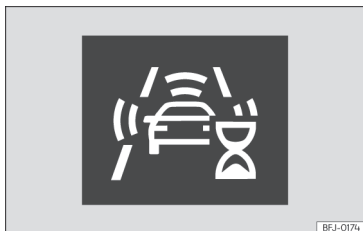

Abb. 125 Im Display des Kombi-Instruments: Anzeige der ersten Selbstkalibrierung des Systems.
- In den ersten Momenten nach dem Einschalten der Zündung, aufgrund der ersten Selbstkalibrierung des Systems. Während dieser Zeit wird ein Statussymbol angezeigt »» (Abb. 125).